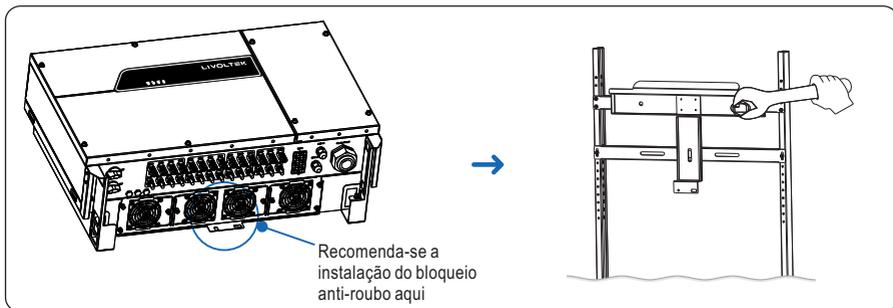

Figura 4.11 Apertando o inversor
Passo 3 Monte o inversor no suporte e aperte o inversor com o painel traseiro usando parafusos, conforme especificado na Figura 4.11.